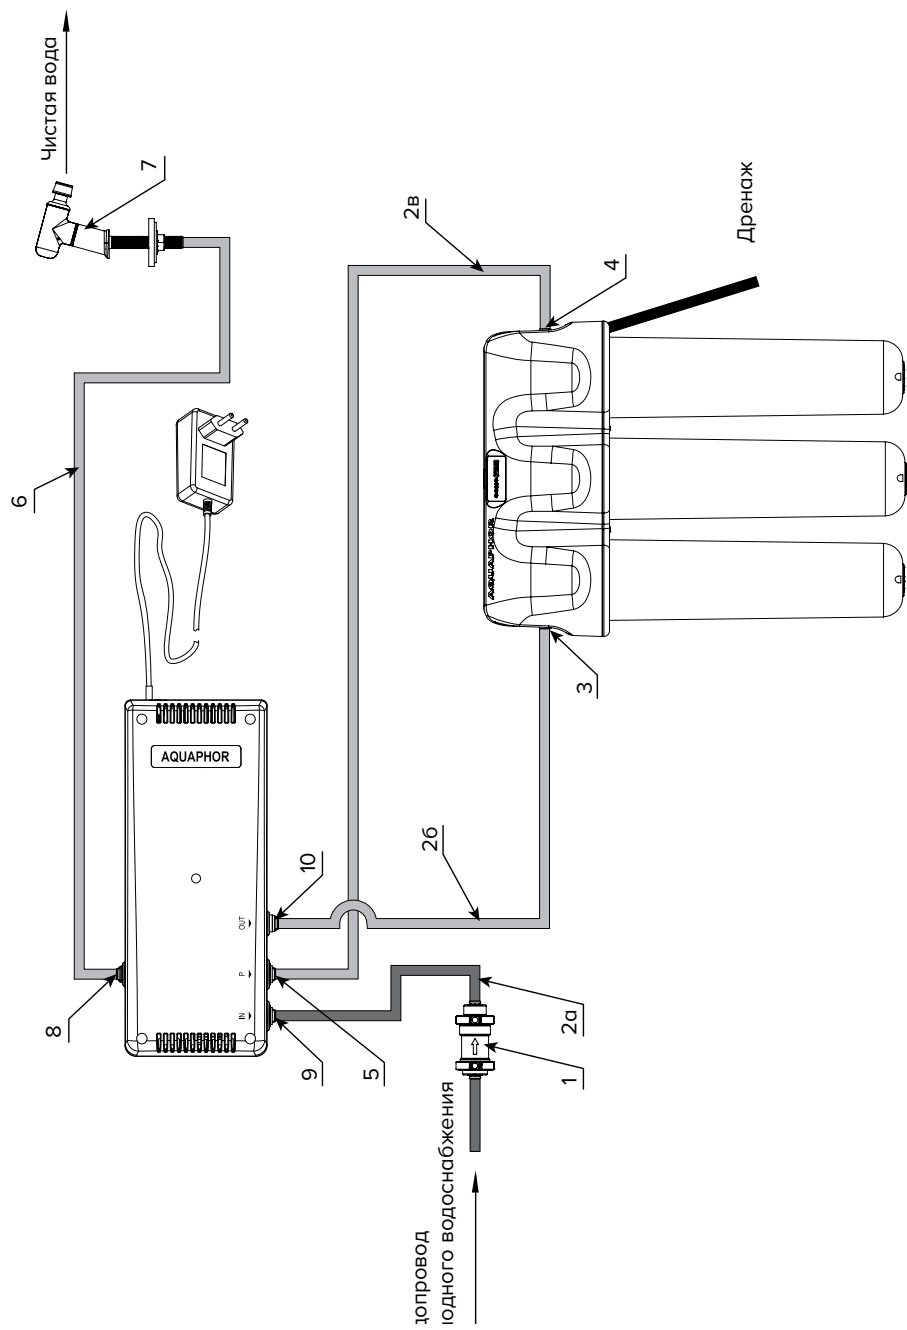

Рисунок 7. Схема подключения КПД к автомату питьевой воды Аквафор DWM-312S Pro
## **ПОДКЛЮЧЕНИЕ КПД К АВТОМАТУ ПИТЬЕВОЙ ВОДЫ АКВАФОР DWM-312S Pro (рис. 7)**
- Извлеките трубку JG (6) из штуцера (4).
- Подключите собранный редуктор с трубкой (1), входящий в комплектацию КПД, к штуцеру входного крана (водопровод холодного водоснабжения). Убедитесь, что направление стрелки на корпусе редуктора соответствует показанному на рис. 7. После чего трубку JG (in) (2а) подсоедините к свободному выходу редуктора (1), другой конец трубки подсоедините к штуцеру (9) КПД.
- Подключите трубку JG (out) (2б) к входному штуцеру DWM (3), другой конец трубки подсоедините к штуцеру (10) КПД.
- Подключите трубку JG (2в) к штуцерам (4) и (5).
- Подключите трубку JG (6), входящую в комплектацию DWM и идущую от наконечника для чистой воды (7), к штуцеру (8).